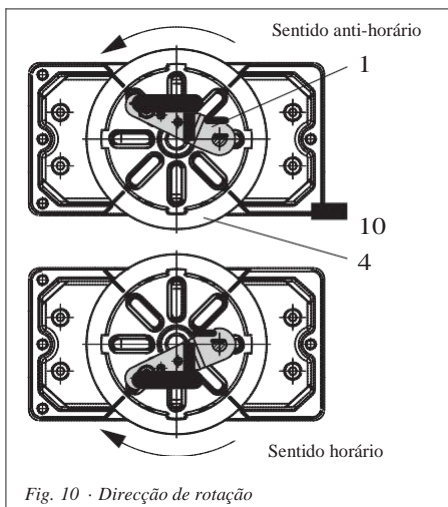

Fig. 10 · Direcção de rotação
7. Coloque o posicionador na caixa (10) e fixe-o bem com os parafusos. Considerando a direcção de rotação do actuador, alinhe a alavanca (1) de forma que o pino seja introduzido na ranhura do disco guia (Fig. 10).